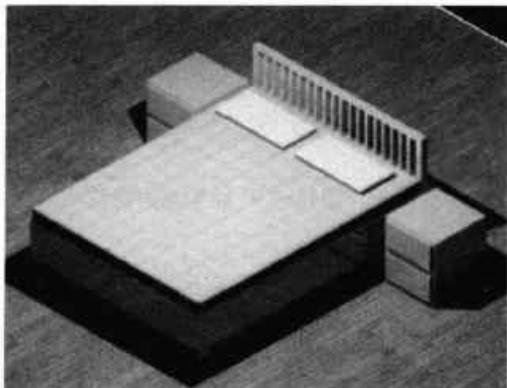

图14-84 渲染床模型
**Step31** 执行“渲染面域”命令，对床模块进行渲染，如图 14-84 所示。